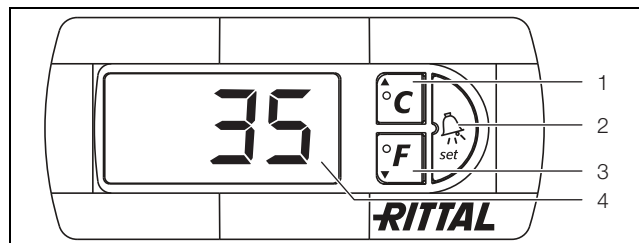

Fig. 16 : Affichage de la température intérieure et des défauts du régulateur e-confort
Le régulateur e-confort dispose d'un affichage à 7 segments (fig. 16, pos. 4). Après la mise sous tension, il commence par afficher la version actuelle du logiciel pendant env. 2 secondes. En fonctionnement normal, il assure l'affichage de la température (en degrés Celsius ou en degrés Fahrenheit par commutation) et l'affichage des défauts.
La programmation de l'appareil se fait à l'aide des touches 1 – 3 (fig. 16). Les paramètres correspondants sont également visualisés sur l'afficheur.
- Appuyer simultanément sur les touches 1 (°C) et 2 (« Set ») (fig. 16) pendant au moins 5 secondes.
Les touches 1, 2 et 3 (fig. 16) vous permettent de modifier 24 paramètres à l'intérieur des plages définies (valeurs limites minimales et maximales).